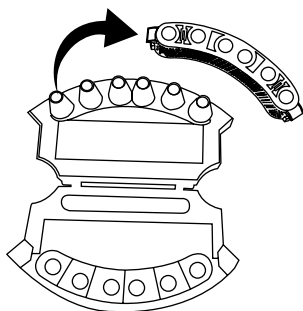

Figura 2
2. Para acceder al filtro de protección, abra el compartimento para el polvo. Separe el filtro de protección de la parte ciclónica presionando las muescas de desbloqueo (figura 2).